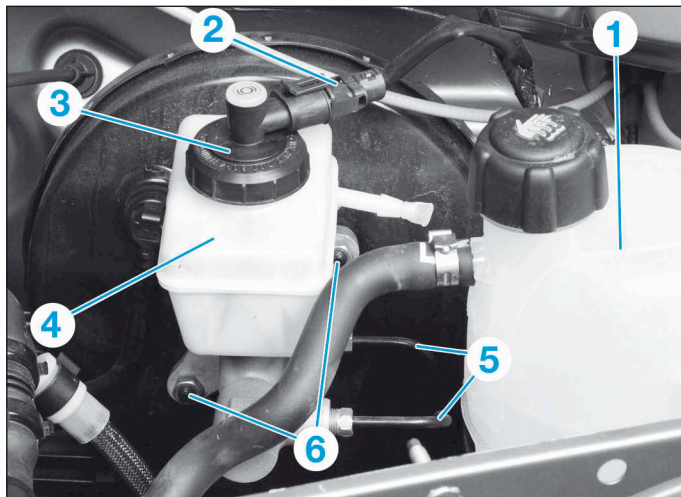

FIG.16
- Déposer les écrous du vase d'expansion (1) et le mettre de côté sans ouvrir son circuit (Fig.16).